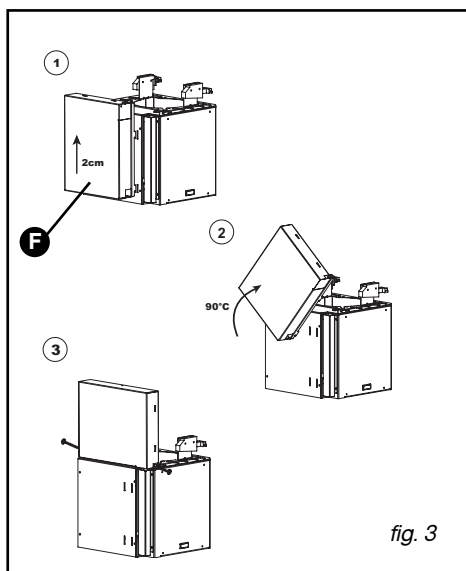

fig. 3
- Retirez le ruban adhésif du boîtier composant (F fig.3)
- Soulevez le boîtier d'environ 2cm, puis le dégager, faites lui faire 1/4 de tour, puis le glissez et le fixez à l'aide des 2 vis sur le dessus du moteur (fig 3).
– Dans le cas d'une gaine diamètre 125 mm, utilisez l'adaptateur fourni (fig. 3).